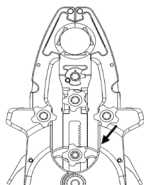

Figura 7
- Una volta installate le lame, approssimare la posizione della lama riportando le lame nella posizione neutra iniziale (Figura 7). *Nota: quando si trovano nella posizione iniziale neutra, le lame devono formare un cerchio completo alla base.*